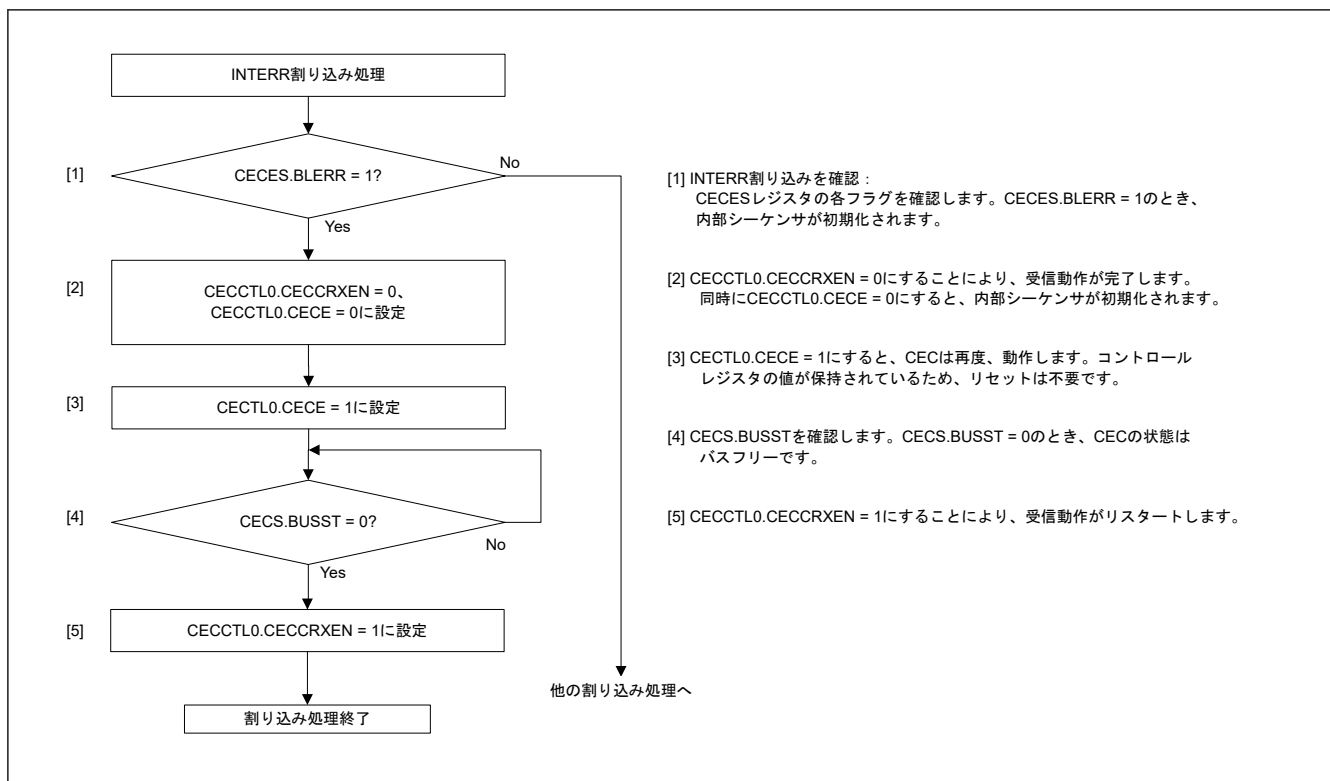

図 37.52 バスロックエラー発生時の INTERR 割り込み処理フローの例
- INTERR 割り込みの原因がバスロックエラー (CECES.BLERR = 1) の場合、INTERR 割り込み処理において、いったん CECCTL0.CECE を 0 にクリアして、CEC 送受信回路の内部シーケンサを初期化します。次に、CECCTL0.CECE を再び 1 にします。CECCTL0.CECE が 0 にクリアされても CEC レジスタはリセットされません。バスロックエラー発生時の INTERR 割り込み処理フローの例については、図 37.52 を参照してください。